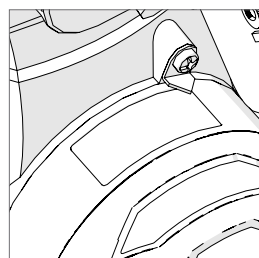

Fig. 34
- Inclinez la tête de coupe à l'angle souhaité. Le rapporteur d'angle facilite ce réglage (**Fig. 34**).